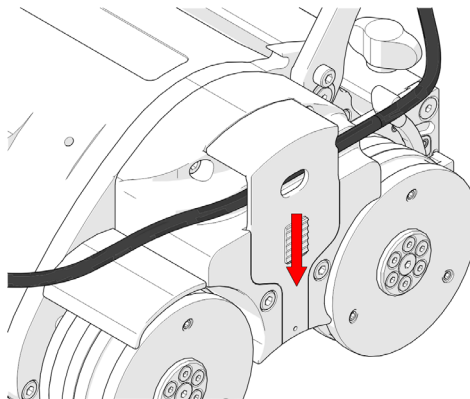

Abbildung 2-18 Bringen Sie Kabel und Schläuche an und schließen Sie die Kabelhalterung.
2. Führen Sie Kabel, Schläuche oder Leitungen durch die Halterung und drücken Sie die Kabelhalterung nach unten (siehe Abbildung 2-18 auf Seite 58).